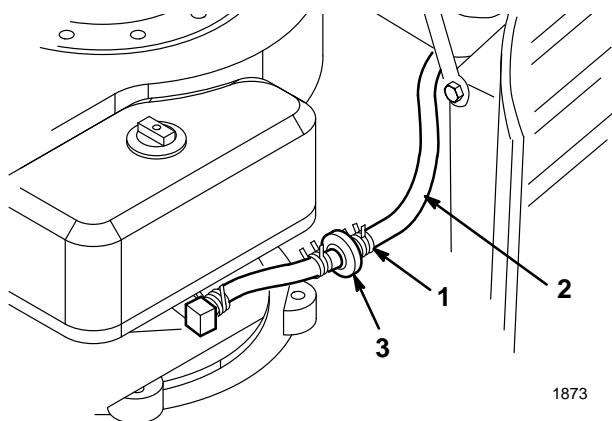

Abbildung 24
3. Die Enden der Schlauchklemme zusammendrücken und die Klemme an der Kraftstoffleitung entlang nach oben zum Kraftstofftank schieben (Abb. 24).
- Die Kraftstoffleitung vom Filter abziehen (Abb. 24) und das Benzin in einen Benzin-kanister oder eine Auffangschale laufen lassen.
Der beste Zeitpunkt zum Austausch des Kraftstofffilters (Abb. 24) ist bei leerem Kraftstofftank. Niemals einen schmutzigen Filter wieder anbringen, wenn er von der Kraftstoffleitung entfernt wurde.
- Die Enden der Schlauchschellen zusammendrücken und vom Filter wegschieben (Abb. 24).